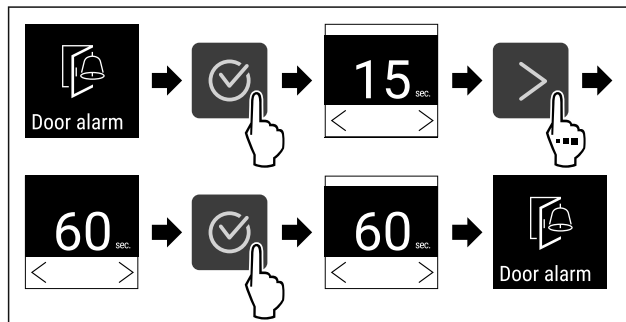

Fig. 88
- ▶ Izvedite zahtevane korake (glejte Fig. 88) .